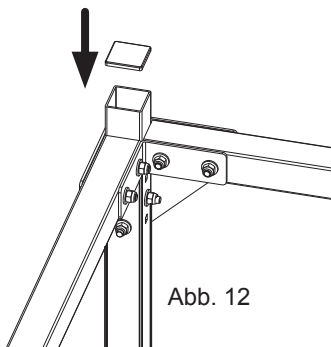

Abb. 12
**11** - Oben an den vier Standrohren die vier Sicherheits-Abdeckkappen aus Kunststoff anbringen. S. Abb. 12.